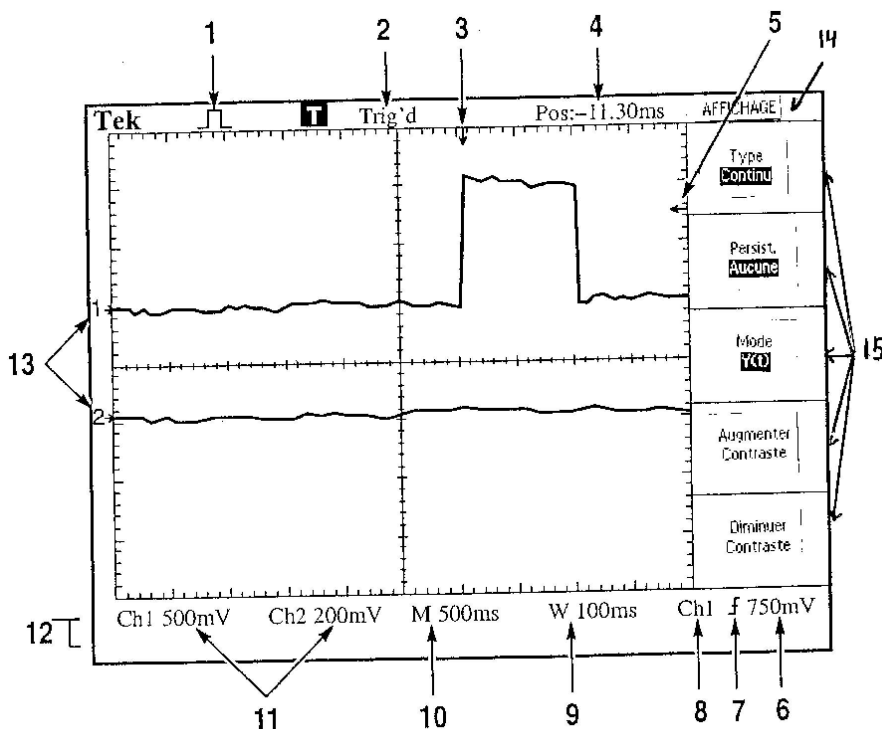

FIG. 5 – écran de l'oscilloscope
1. Jouer avec le changement d'échelle vertical **VOLTS/DIV**. Observer le changement d'échelle (cf. 11. Fig. 5). Estimer la tension de la pile.
2. Faire varier le bouton **SEC/DIV** dans la section **HORIZONTAL**; observer et la variation du signal et le changement d'échelle (cf. 10 Fig. 5).
3. Faire usage des curseurs en appuyant sur **CURSOR**. Sélectionner la source **CH1** (cf. 15 Fig. 5), comme type de curseur : "tension". Faire varier les curseurs 1 et 2 (**POSITION CURSOR 1 & 2**), observer les valeurs des positions des deux curseurs et de leur différence (dans 15 Fig. 5). Estimer la tension de la pile.